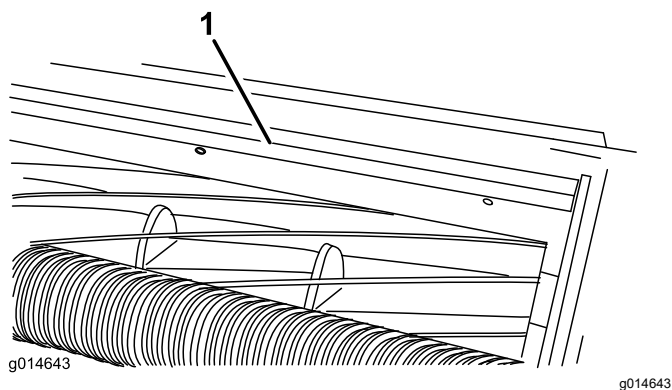

Рисунок 4
1. Ослабьте болты крепления верхней планки (Рисунок 4) к режущему блоку.